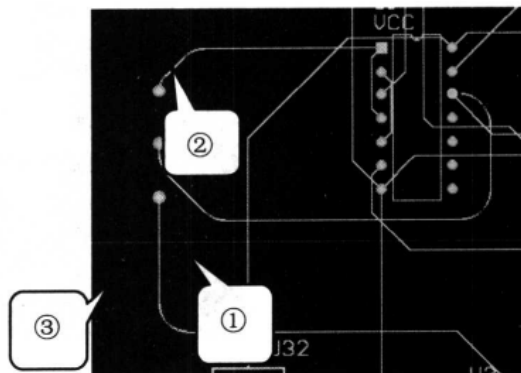

图 10-137 增加的电源/地的输入端和信号输出端效果图
- (7) 按照同样的方法, 分别设置信号的输出端和地线的输入端, 结果如图 10-137 所示。图 10-137 中①为电源输入端, ②为地线输入端, ③为信号输入端。